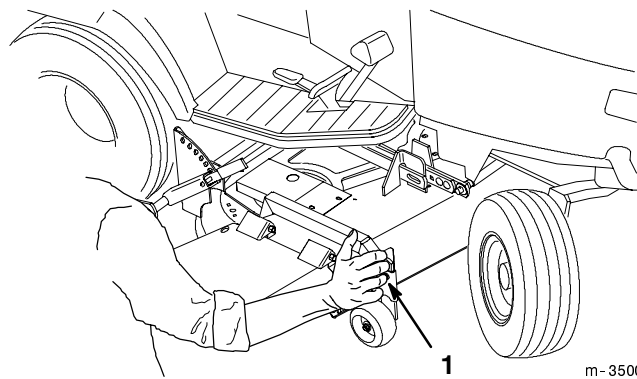

Figure 7
8. Quand les deux tiges coudées sont bien insérées dans les bras de suspension du plateau, à l'aide du relevage d'accessoire et d'une main sur le support de la roue de jauge avant de droite (Fig. 7), placer l'unité de coupe de manière à ce que sa barre d'attelage s'insère dans le support Attach-A-Matic™ central.